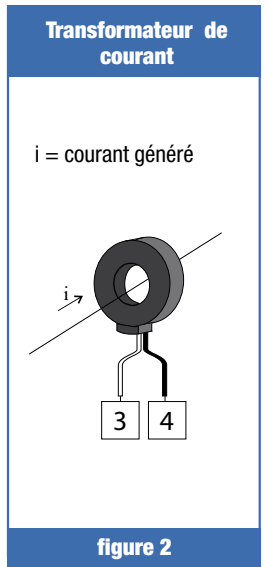

figure 2
- Le sens du courant généré (i) est illustré à la figure 2 (courant entrant dans le transformateur de courant du côté indiqué sur l'étiquette)